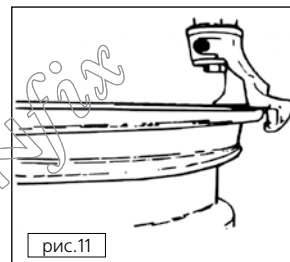

рис.11
3. Установите вертикальный шток в рабочее положение, чтобы монтажная головка оказалась около диска колеса. Ролик монтажной головки должен находиться в 2 мм от диска, чтобы избежать царапин (**Рис. 11**). Поверните рукоятку с зажимом и зафиксируйте шток (в автоматическом станке используется блокирующая ручка 11, рис. 2).